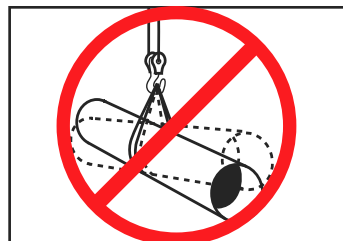

Figure 3
- Les chargements doivent être grées pour éviter le glissement. (Voir Figure 3)